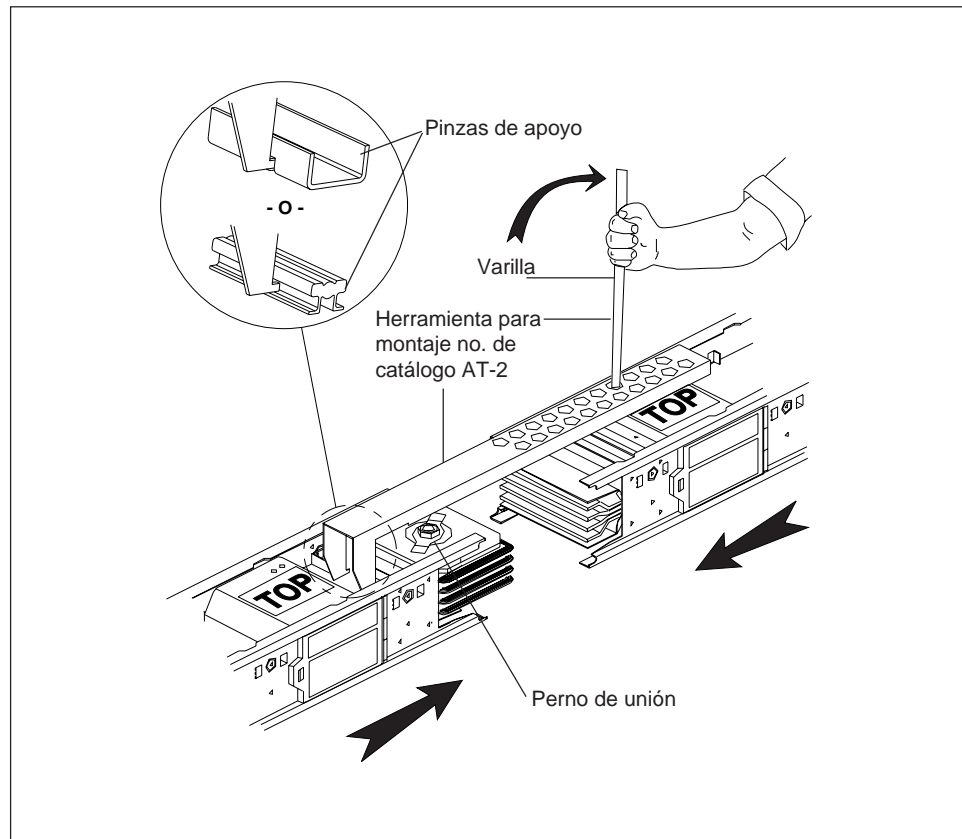

Figura 1: Ensamblaje de unión
3. Con los extremos del electroducto en la posición mostrada en la figura 1, enganche la herramienta de montaje de unión en la pinza de apoyo en un electroducto e inserte la varilla por el agujero en la herramienta de montaje y detrás de la pinza de apoyo en el electroducto opuesto. Utilice la herramienta para montaje, no. de catálogo AT-2.